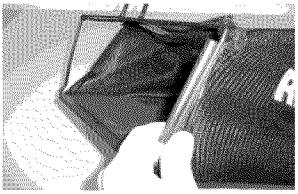

Figura 12 - Sujete las presillas al bastidor
- Hale la bolsa de tela hacia la apertura rectangular del bastidor de alambre y sujetela bolsa de tela al bastidor con las presillas de plástico integradas. (Vea la Figura 12).